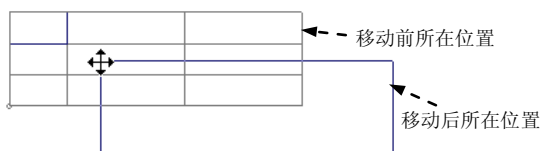

图 6.3.3 拖动表格至要求位置
Step3. 将表格拖动到要求位置,如图 6.3.3 所示。